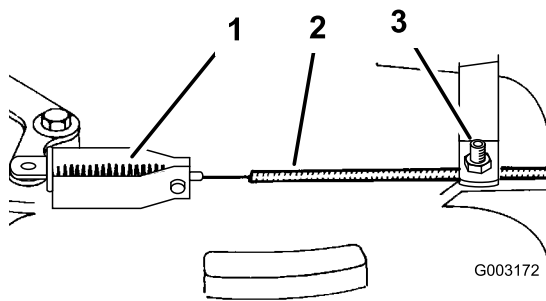

Figura 32
3. Allentate le viti del morsetto finché la guaina del cavo del freno non scorre (Figura 32).